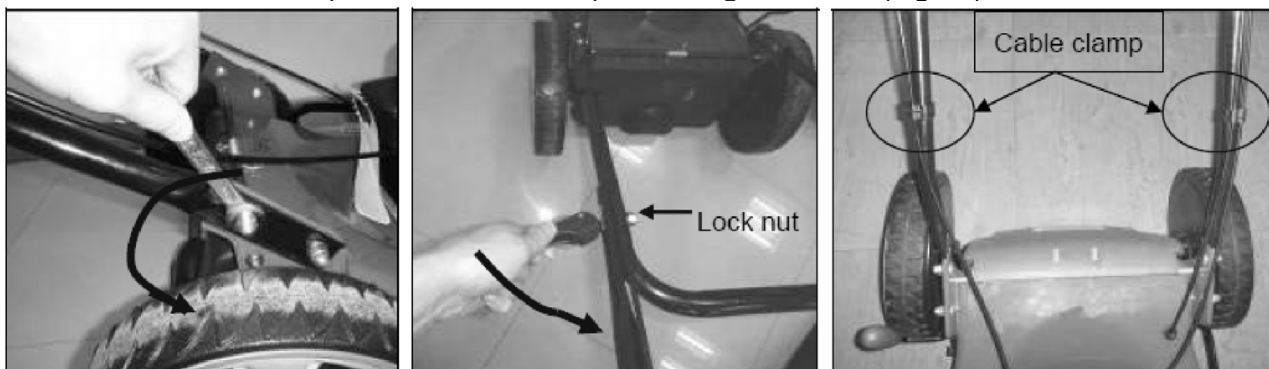

Fig. 2A Fig. 2B Fig. 2C
- 1.Fissare il manubrio inferiore sul corpo dell'unità con una chiave adeguata. (Fig.2A)